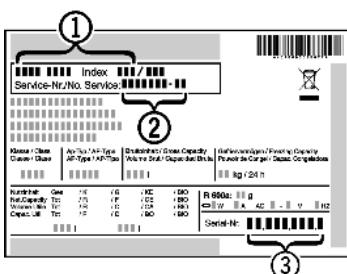

Fig. 13
- Обратитесь в сервисную службу и сообщите вид неисправности, наименование устройства *Fig. 13 (1)*, сервисный № *Fig. 13 (2)* и серийный № *Fig. 13 (3)*.